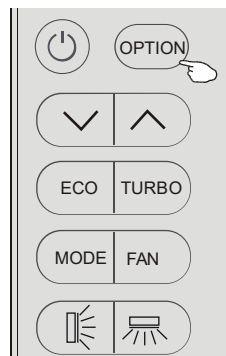

Figure 1,
- Un exemple pour le Timer-on (figure 1) et le Timer-off (figure 2)